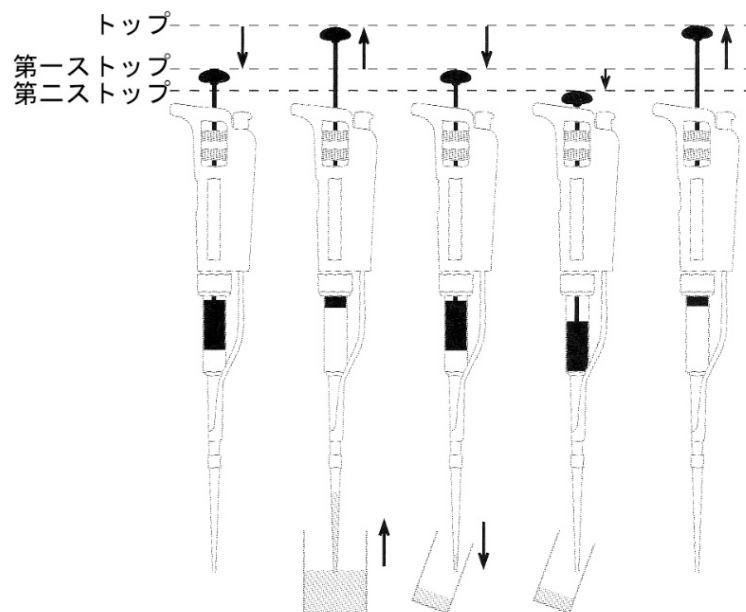

図4 プッシュボタンの動かし方
- 4) プッシュボタンを第一ストップ（図4）まで押し込み、その状態のままピペットチップの先端を液につけ、ゆっくりかつ滑らかにプッシュボタンをトップまで戻すことで液を吸い上げる。